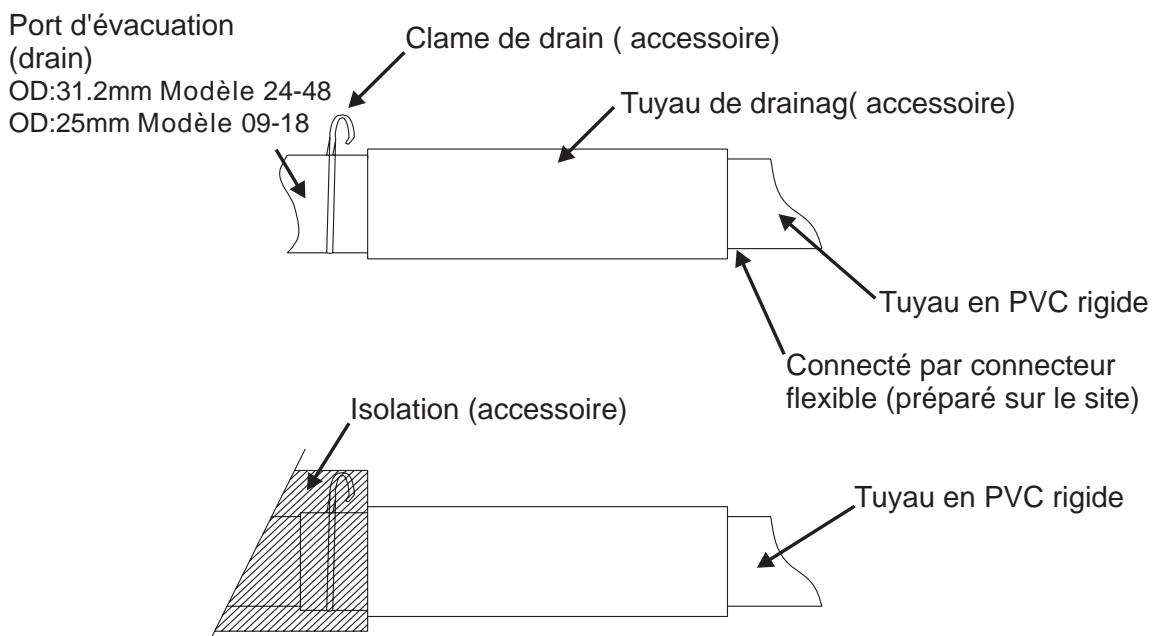

Figure 12
3. Insérez le tuyau de vidange jusqu'à ce qu'il se connecte correctement au port de drainage puis fixez-le de manière sécurisée avec la clame de tuyau (préparé sur le site)(Figure 12)
4. Après avoir vérifié le drainage, enveloppez le tuyau de vidange avec l'isolant et les clamés (préparé sur le site). ( Figure.12)